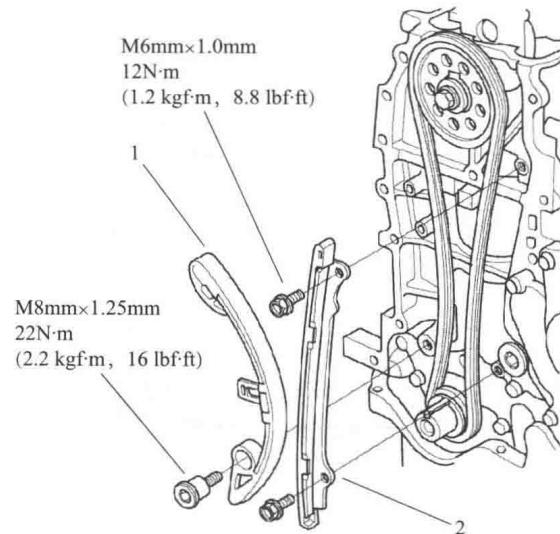

图 1-1-15
(7) 安装凸轮链条张紧器 1 和凸轮链条导板 2，如图 1-1-15 所示。